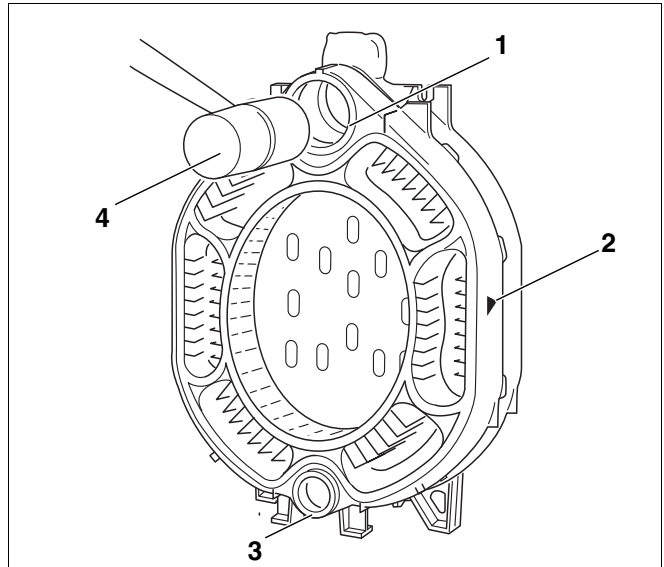

Рис. 13 Установка средней секции
- Надеть верхнюю и нижнюю ступицы (рис. 13, **поз. 1 и 3**) средней секции на ниппели задней
- Надеть верхнюю и нижнюю ступицы (рис. 13, **поз. 1 и 3**) средней секции на ниппели задней секции, при этом стрелка, показывающая направление монтажа (рис. 13, **поз. 2**), должна быть обращена назад.
- Постукивая деревянным или резиновым молотком (рис. 13, **поз. 4**), придвиньте первую среднюю секцию к задней секции.